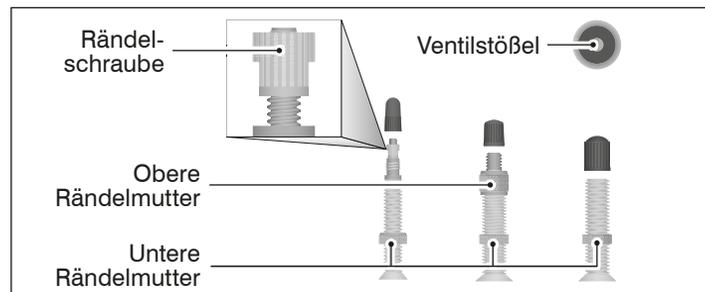

Abb.: H-13 Presta-, Blitz- und Autoventil (von links nach rechts). Rechts oben im Bild eine Draufsicht auf das Autoventil.
- Informieren Sie sich, mit welchem Ventil Ihr Fahrrad ausgestattet ist (siehe Kapitel „Fahrradpass“ und Abb.: H-13).